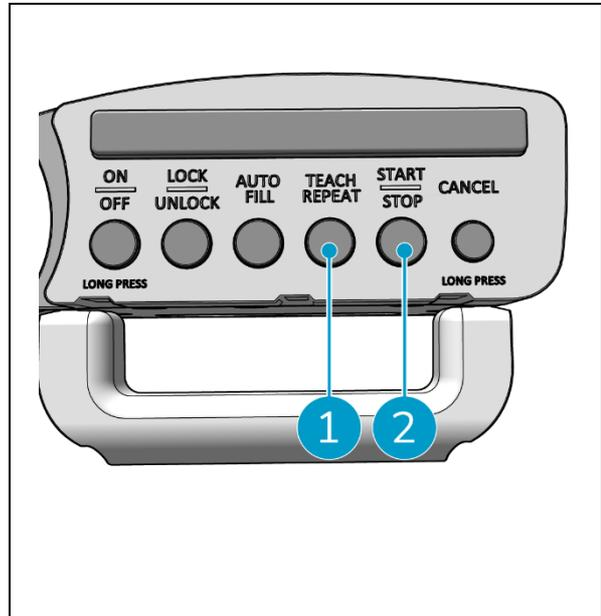

Figura 28
2. Premere il pulsante Teach Repeat (Figura 28, pos. 1). Il pulsante Teach Repeat diventa bianco.
3. Guidare l'i-walk intorno all'area che si desidera pulire. Quando si arriva al punto di partenza, il pulsante Avvio/Arresto (Figura 28, pos. 2) lampeggia in blu.